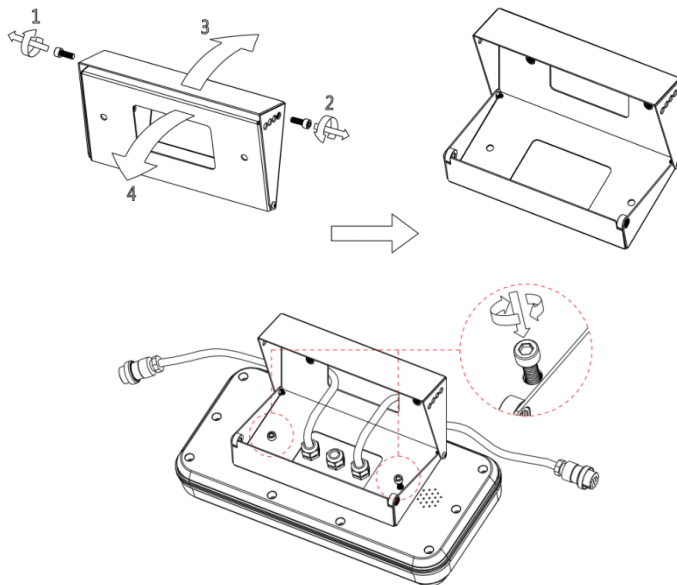

Рис. 3-6
**Этап 5:** установите регулируемый металлический кронштейн на блок управления. Винты и отверстия с обеих сторон кронштейна позволяют фиксировать и регулировать угол наклона дисплея блок управления, как показано на Рис. 3-6 ниже.